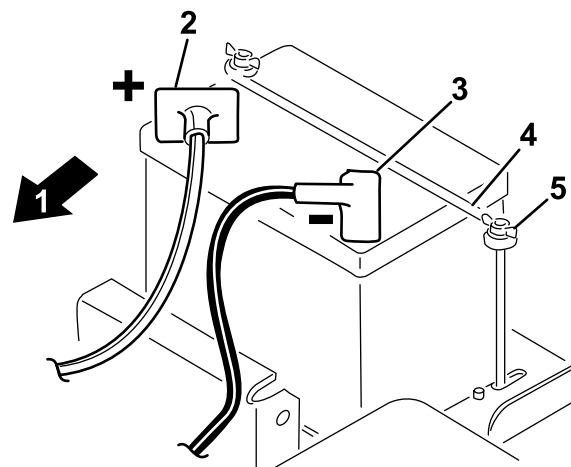

図 3
1. 運転席の後ろに、端子を機体の前に向けてバッテリーを取り付ける 図 3。
2. スタータからの赤いケーブルを端子に固定する 図 3。キャリッジボルトとナットで固定する。
5. バッテリークランプとワッシャを取り付け、蝶ナットで固定する 図 3。